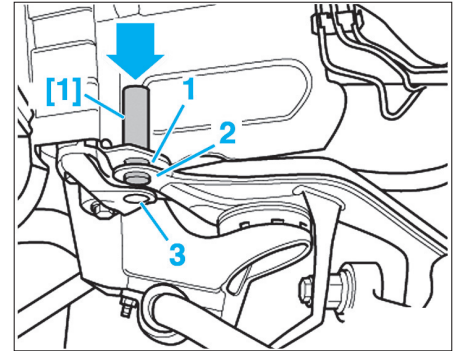

Fig. 16
- [1]. Pige de centrage (réf Audi : 3393) (Fig.16).
- Vérifier que les alésages (1), (2) et (3) coïncident à l'aide d'une pige ou de l'outil [1] (Fig.16). Cet alignement évitera de régler le train avant uniquement si le berceau a été déposé seul et que ces 3 alésages étaient alignés avant la dépose. Dans le cas contraire, régler le train avant à la fin de l'opération.